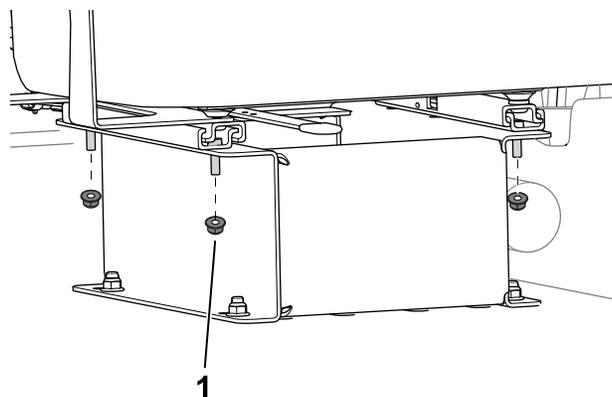

Figura 12
1. Remova as porcas que prendem o banco à base do banco (Figura 12).